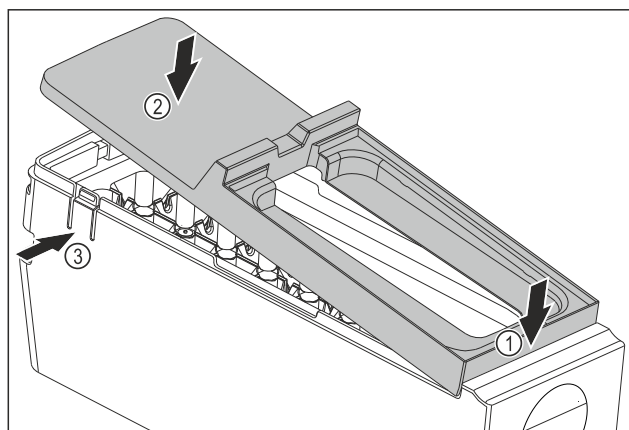

Fig. 108
- Montáž krytu korpusu EasyTwist-Ice: Nasadte kryt na přední stranu. Fig. 108 (1)
- Spusťte kryt vzadu dolů. Fig. 108 (2)
- Kryt slyšitelně zaklapne v obou lamelách Fig. 108 (3).